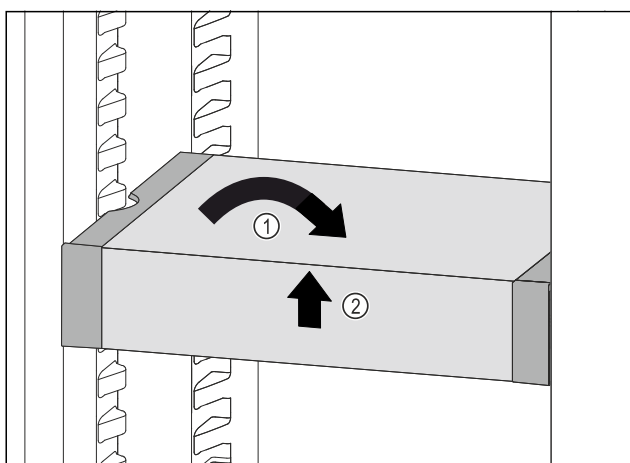

Fig. 101
- VarioSafe recht zetten. Fig. 101 (1)
- VarioSafe aan voorkant optillen. Fig. 101 (2)